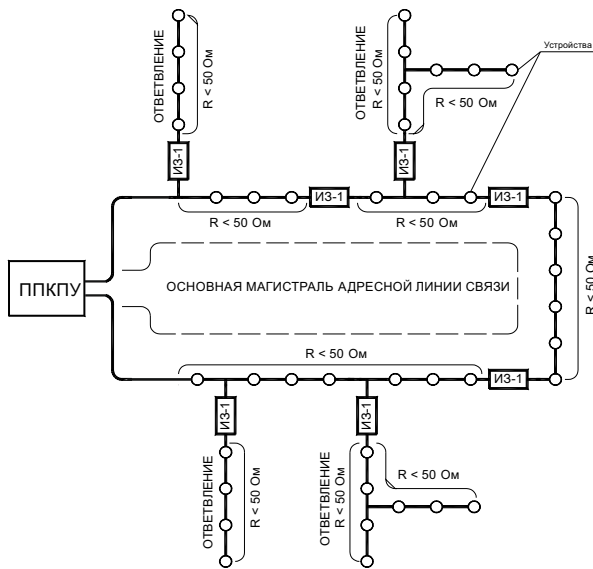

Рисунок 3
– разрывать кольцевую АЛС (Рисунок 3) в двух местах установки изоляторов, ближайших к точке короткого замыкания. Это локализует участок между изоляторами и оставляет работоспособными участки АЛС между выходами приемно-контрольного прибора и сработавшими изоляторами шлейфа.
- кольцевой АЛС (Рисунок 3).